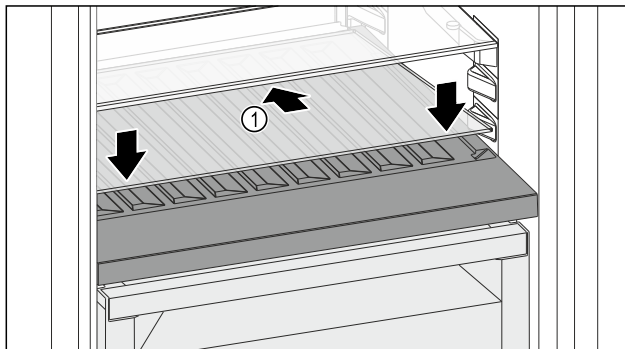

Fig. 100
- ▶ Postavite staklenu ploču Fig. 100 (1) ukoso, nagnutu straga prema dolje.
- ▶ Staklenu ploču Fig. 100 (1) podignite sprijeda.